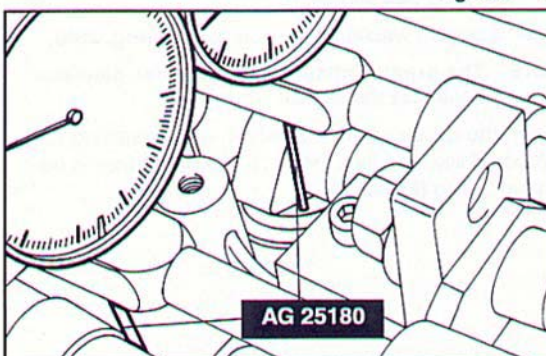

Fig. 285 ▼
- sistemare i comparatori sugli attrezzi AG 25160 con le prolunghe AG 25180, posizionando queste ultime sui bicchierini delle valvole di aspirazione e di scarico dei cilindri n° 1 e n° 6 (Fig. 285);
- fit the dial gauges on tools AG 25160 with extensions AG 25180, placing the latter on the intake and exhaust valve tappets of cylinders no. 1 and 6 (Fig. 285);